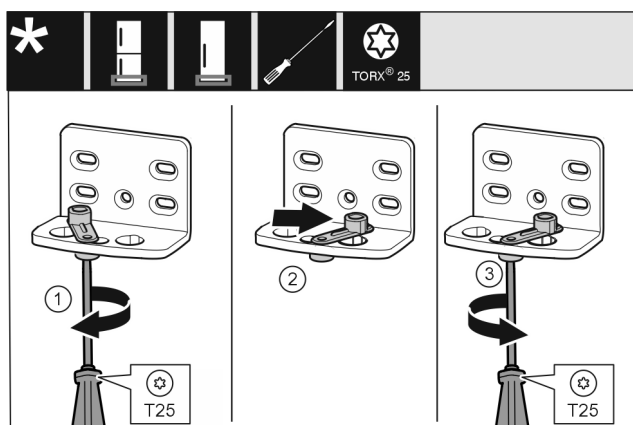

Fig. 14
- ▶ 将螺钉 Fig. 14 (1) 用螺丝刀拧松。
- ▶ 将关门辅助装置 Fig. 14 (2) 提起并向右 90° 转入钻孔。
- ▶ 将螺钉 Fig. 14 (3) 用螺丝刀拧紧。